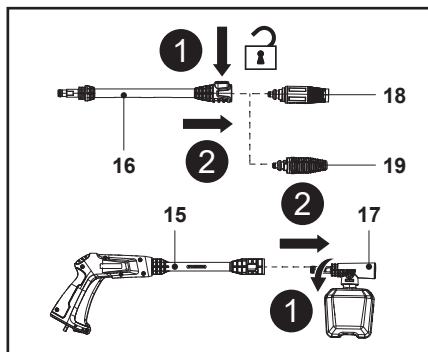

Fig. 13
1. Déconnecter la buse (18 / 19) de la lance télescopique (16) ou déconnecter la buse pour flacon de détergent (17) du pistolet de pulvérisation (15) (Fig. 13).